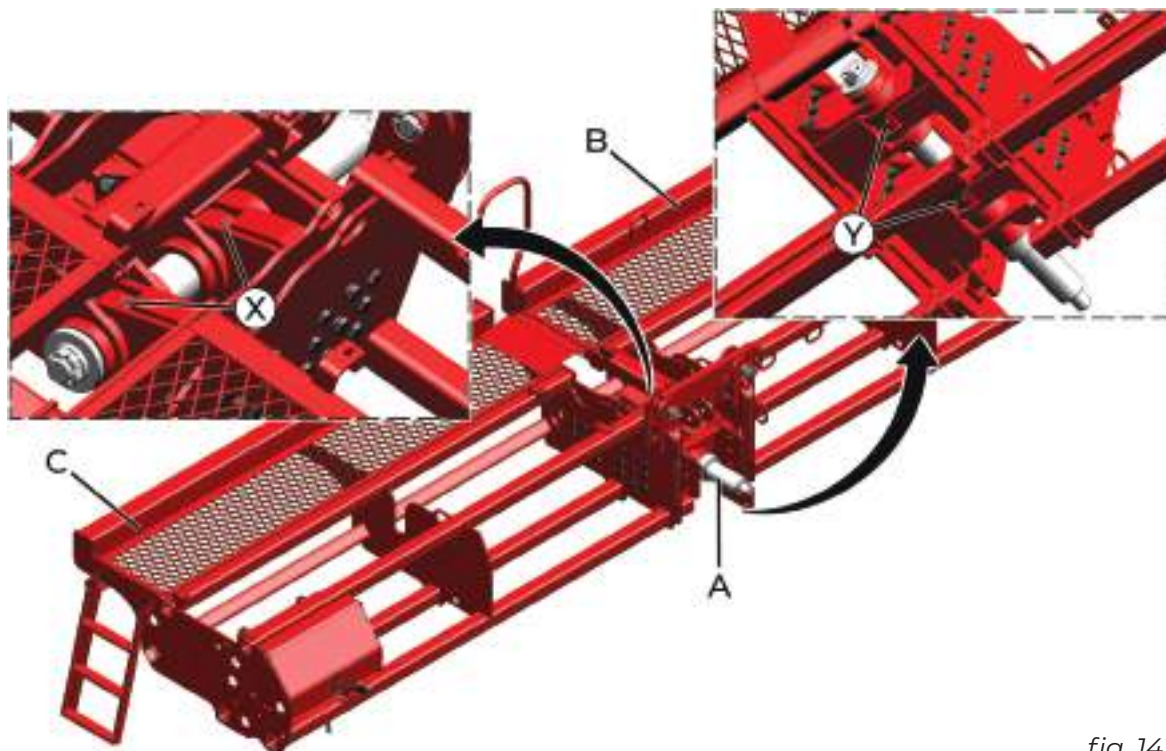

fig. 143
O sistema de articulação (A) (fig. 143) é composto pelo chassi fixo (B) e pelo articulável (C), que possuem mancais interligados pelo eixo central (D). Mantenha sempre o eixo lubrificado através das graxas superiores (X) e inferiores (Y) existentes nos mancais.